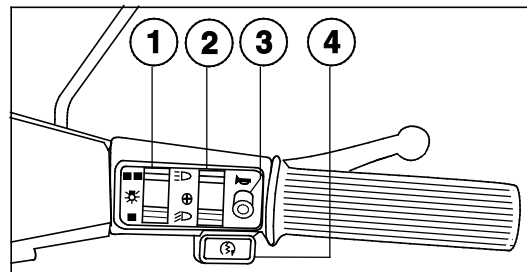

Fig. 21
**2.1 Lato destro del manubrio (Fig. 21).**